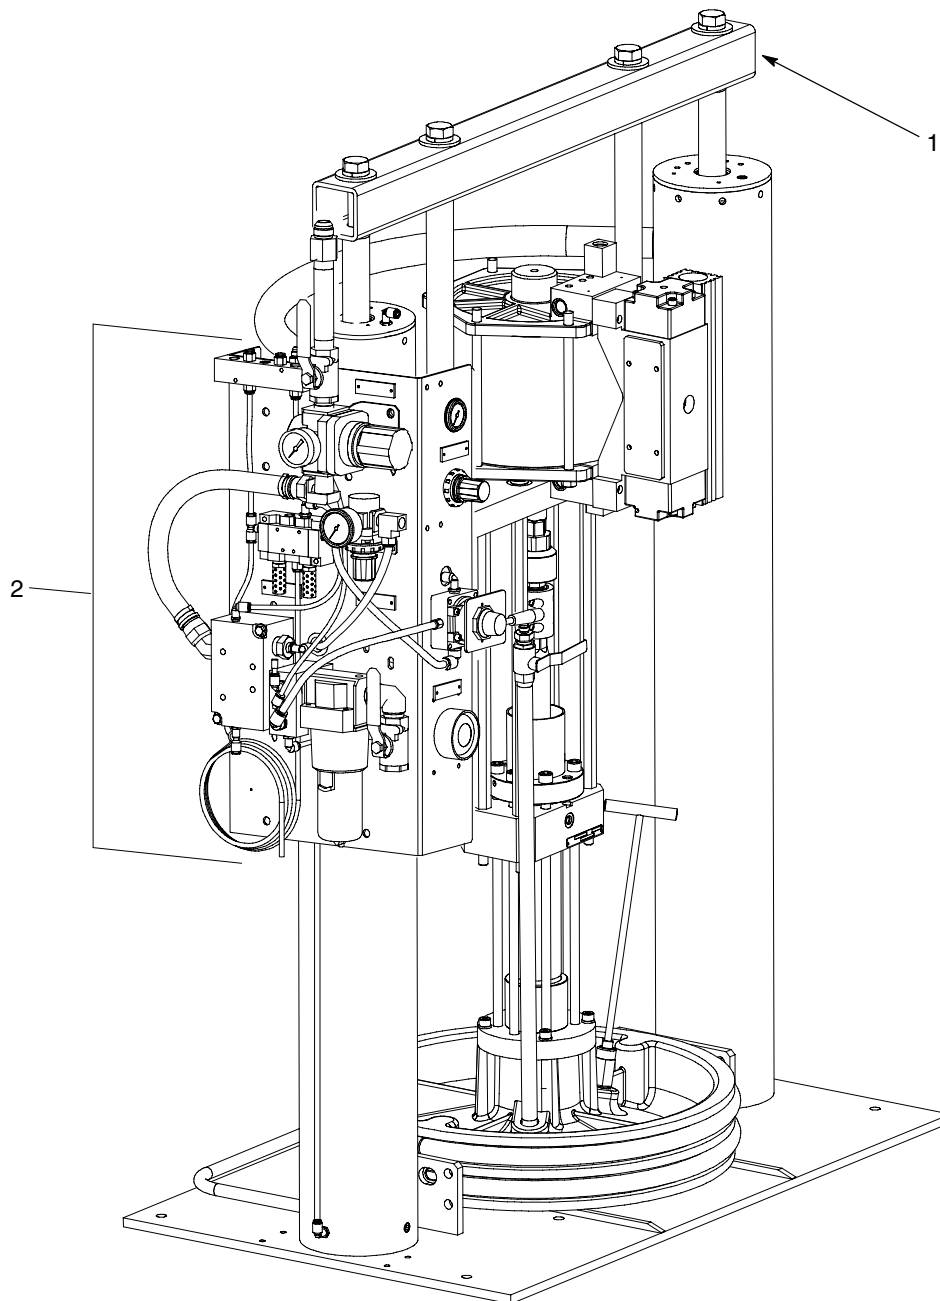

Figura 1 Módulo de control (se muestra el descargador de gran volumen SD/XD de Rhino con soporte grande)
Ver la figura 1. El módulo de control (1) proporciona las funciones de manejo neumáticas para los descargadores de gran volumen SD/XD de Rhino (2). Va montado en la parte lateral de los descargadores de gran volumen SD/XD de Rhino con soportes grande y pequeño.